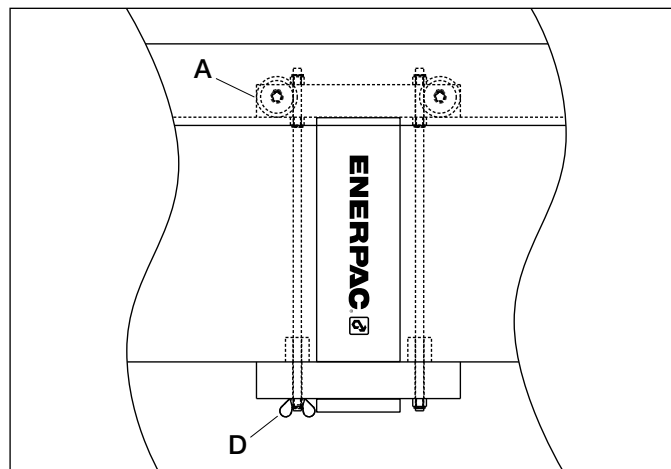

Figura 3
7.0 REPOSICIONAMIENTO DEL CILINDRO (véase figura 3)